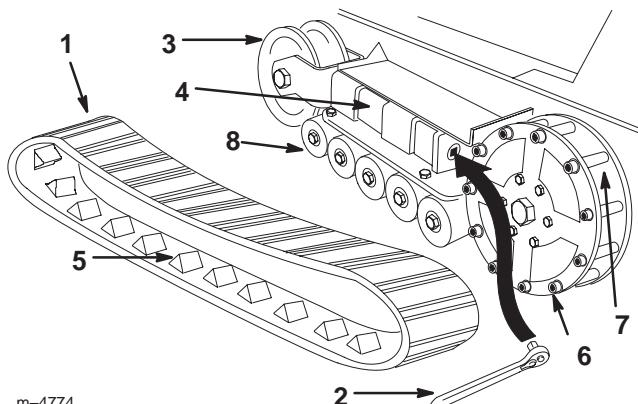

Bild 37
5. Drücken Sie das Spannungsrad zur Rückseite der Maschine, um den Abzweigschlauch gegen den Rahmen zu bewegen (Bild 37). (Wenn er den Rahmen nicht berührt, drehen Sie die Spannschraube so lange, bis es funktioniert.)
7. Wenn Sie die Kette vom Spannungsrad entfernt haben, entfernen Sie sie auch vom Antriebsrad und den Straßenrädern (Bild 37).
8. Legen Sie die neue Kette, beginnend beim Antriebsrad, um das Rad und stellen Sie sicher, dass die Stollen auf der Kette zwischen die Distanzstücke auf das Rad passen (Bild 37).
9. Drücken Sie die Kette unter und zwischen die Straßenräder (Bild 37).